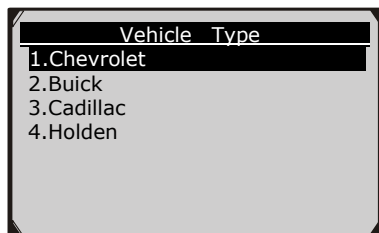

Figura 6.5
- 4) Seleccione la marca específica del vehículo desde el menú de **Tipo de vehículo**. (Figura 6.5)